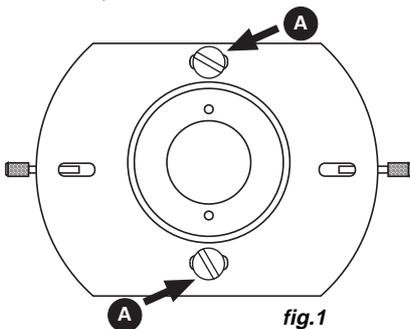

fig.1
3. **(fig.1)** Destornillar los dos tornillos de desbloqueo (A) situados en el soporte de aluminio que fijan el portalámparas al grupo óptico